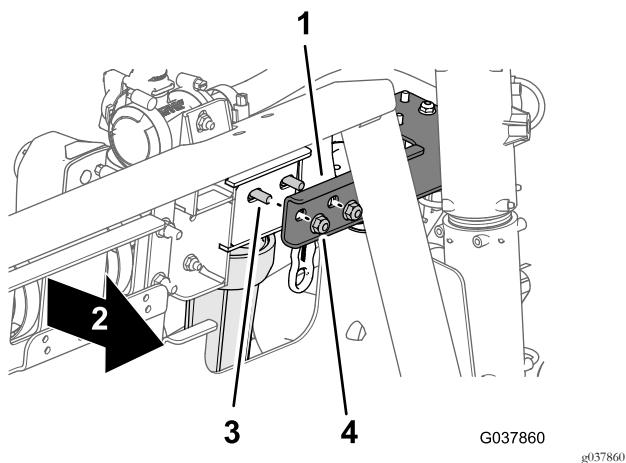

Figura 64
5. Na parte da frente do suporte do coletor, alinhe os furos no suporte da válvula de corte (Figura 64) com os dois parafusos (5/16 x 3-3/4 pol.).
7. Monte o suporte da válvula de corte no suporte do coletor (Figura 64) com as duas porcas de bloqueio flangeadas que removeu no passo 3 e aperte-as com 1978 a 2542 N·m.